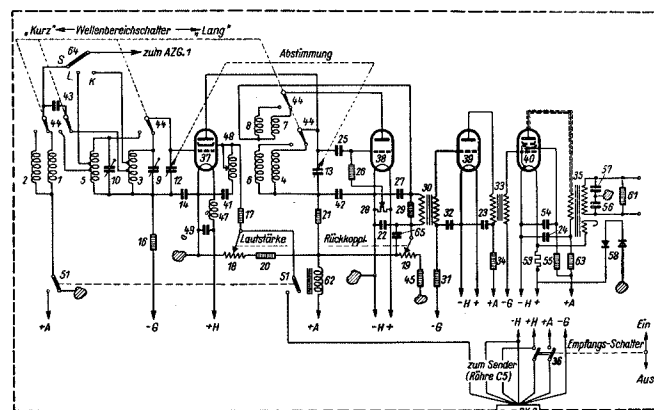

Abb. 22 Schaltplan zu Empfänger E. 4a.
Wirkungsweise (vergl. Abb. 22): Nach erfolgtem Einschalten — Empfangsschalter (36) in Stellung „Ein“ — erhalten die Röhren Heizspannung aus Heizbatterie Z Z 3, Anoden- und Gitterspannung aus Trockenbatterien, die im Batteriefasten BK. 3 des Einbausatzes untergebracht sind.